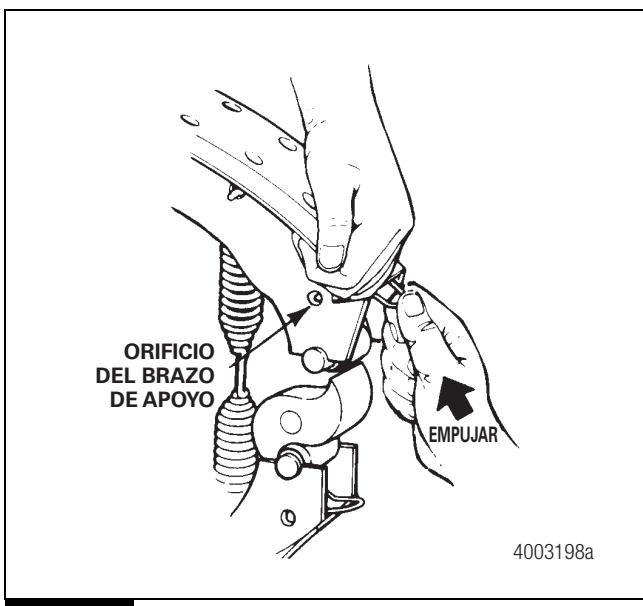

Figura 5.6
9. Empuje cada clip retenedor del rodillo hacia la zapata de freno hasta que sus asas se bloquen en los orificios de los brazos de apoyo de la zapata. Figura 5.6.